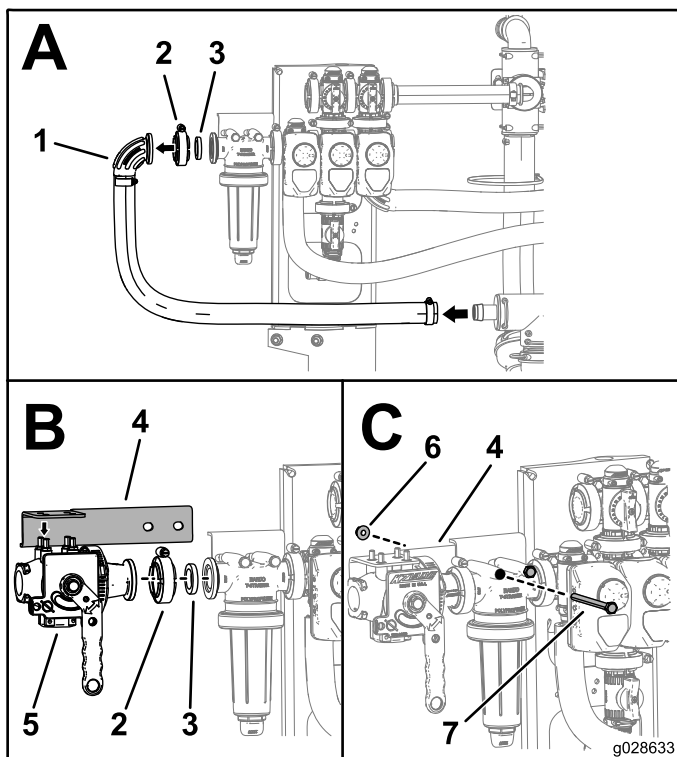

Bild 19
1. Nehmen Sie den Krümmer, die Flanschklammer und den Zulaufschlauch vom Druckfilterkopf ab (Bereich A in Bild 19).
- Legen Sie die Ventilhalterung auf das Ejektorventil, wie in Bereich B in Bild 19 abgebildet.
- Befestigen Sie das Ejektorventil mit der in Schritt 1 entfernten Dichtung und Flanschklemme, siehe Bereich B in Bild 19.
- Befestigen Sie die Halterung mit den Schrauben und Muttern, die zurzeit am Druckfilterkopf angebracht sind, am Auslegerventil, siehe Bereich C in Bild 19.